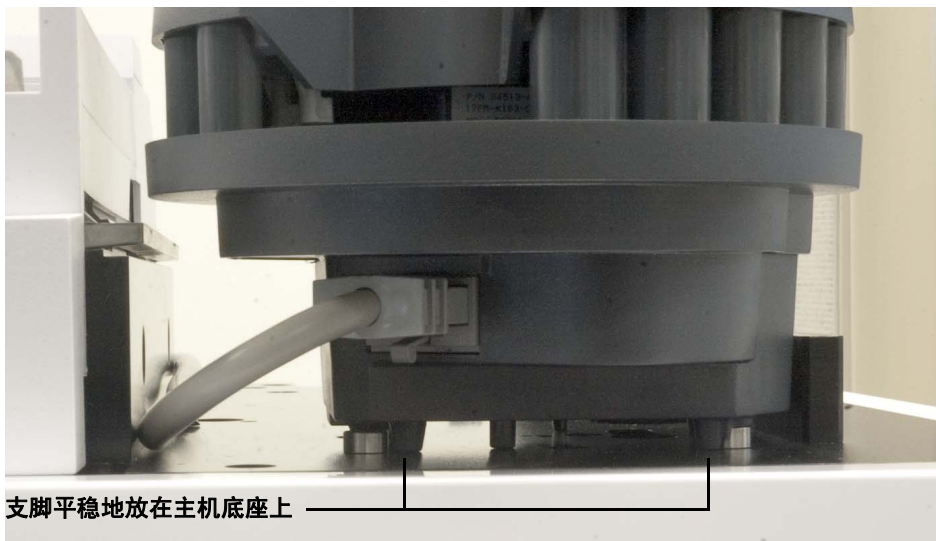

图 20 将前进样塔安装到主机上。
- 3 安装通讯电缆后，请将前进样塔安装到主机前面对应的固定柱上。请务必正确对齐进样塔，使其在主机底座上平稳就位（图 20）。
- 7 安装通讯电缆后，请将后进样塔安装到主机后面对应的固定柱上。请务必正确对齐进样塔，使其在主机底座上平稳就位（图 20）。